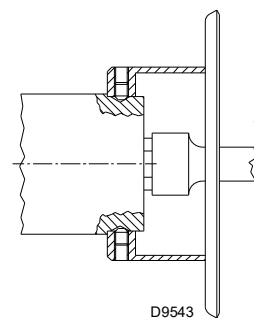

Fig. 19
- extraer la boquilla 1)(Fig. 19) utilizando una llave de tubo;
- colocar la boquilla 1)(Fig. 19);